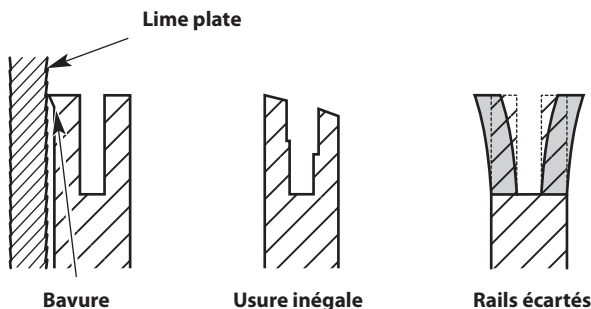

Fig. 21
3. Vérifiez fréquemment la tige de guidage afin d'y déceler des signes de dommages (Fig. 21). L'usure irrégulière et l'ébarbage des rails de guidage (les nervures de chaque côté de la rainure de la tige) sont des processus normaux d'usure de la tige de guidage. Ces défauts doivent être limés dès qu'ils se produisent (Fig. 21). Une tige de guidage avec les défauts suivants doit être remplacée :